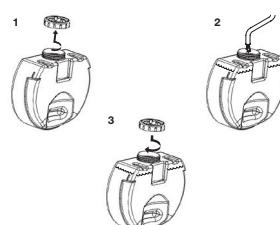

Рис. 3
- Убедитесь в плотной фиксации крышки резервуара (рис. 3). Плотно закройте крышку по часовой стрелке. Неплотная фиксация крышки приводит к протеканию воды.